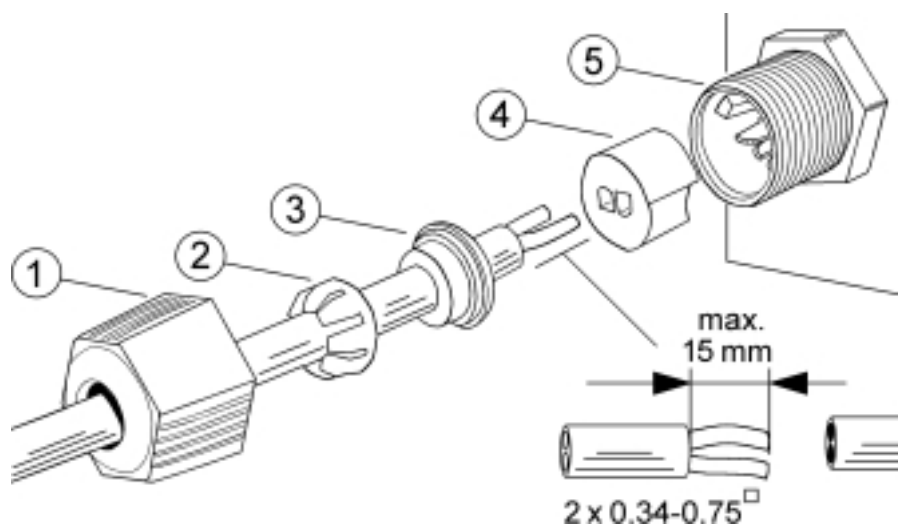

РИС. 7
- ◆ Подключить SSM, как показано на рис. 7: